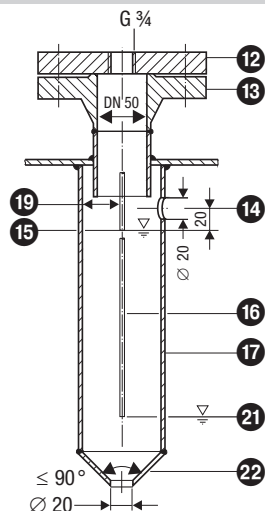

Fig. 5 Beschermbuis (bouwzijdig) voor inwendige inbouw
- De niveautransmitter kan met een GESTRA-niveauelektrode voor de waterpeilbegrenzing of voor de hoogwaterbeveiliging in een gemeenschappelijke beschermbuis resp. meetvat worden ingebouwd. **Fig. 5 - 8.** Daarbij moet bij inwendige inbouw de niveauelektrode voor de waterpeilbegrenzing op minimaal 40 mm afstand van de bovenste ontluuchtingsopening liggen.